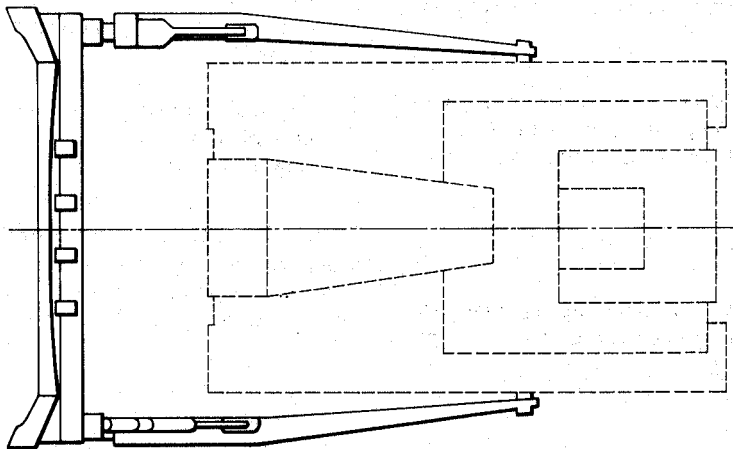

Figure 16 — Tracteur à chenilles à lame droite
6.1.1 équipement lame : Lame avant, avec son cadre et des moyens de commande du positionnement de la lame (voir figures 16 et 17). Pour les dimensions, voir figures 23 et 24. Les plans «X», «Y» et «Z» sont définis dans l'ISO 6746-1 et l'ISO 6746-2.